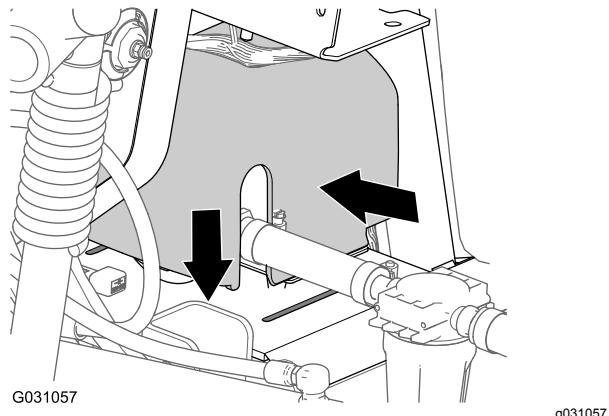

図 148
- すすぎポンプのカバーを、すすぎポンプ用サドルプレートに合わせる図148。
- すすぎポンプのカバーを両側から同時に押して、カバーについているタブをサドルプレートに合わせる図148。
- スロットにタブを差し込み、カバーを両側から押していた力をゆるめる図148。